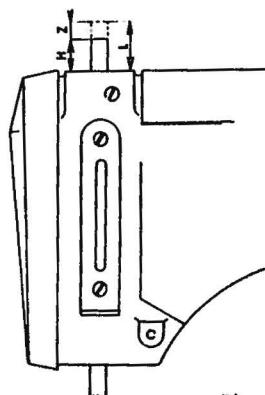

Fig. 6
- Portare la barra ago tutta in basso e misurare l'altezza H della parte sporgente (fig. 6).
- Fare avanzare il crochel verso sinistra e, quando la sua punta sfiora la tangente destra dell'ago (fig. 5), eseguire la misura di L (fig. 6).